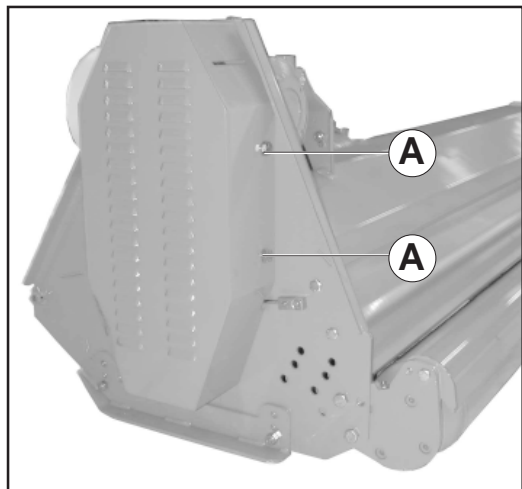

Fig. 20
- Togliere i dadi che fissano il carter di protezione (A Fig. 20).
- Remove the nuts fastening the protecting guard (A Fig. 20).
- Die Befestigungsmuttern des Schutzgehäuses lösen (A Abb. 20).
- Enlever les écrous qui fixent le carter de protection (A Fig. 20).
- Quite las tuercas que sujetan el carter de protección (A Fig. 20).